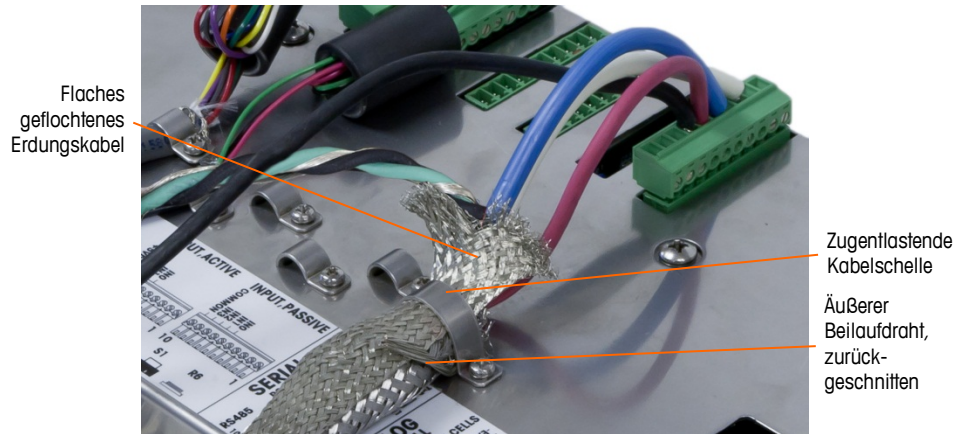

Abbildung 2-68: Abschluss des äußeren Geflechts des POWERCELL PDX-Hauptkabels, Frontplattengehäuse
- b. Schieben Sie das äußere Geflecht über das innere Geflecht und die Folie nach vorn. Schieben Sie den äußeren Beilaufdraht über das äußere Geflecht zurück und schneiden Sie ihn auf ca. 25 mm zu. Umwickeln Sie das Hauptkabel und den Beilaufdraht mit dem flachen geflochtenen Erdungskabel und befestigen Sie das Ganze schließlich mit der großen zugentlastenden Kabelschelle an der Rückwand des IND780 (siehe Abbildung 2-68). Das andere Ende des flachen geflochtenen Erdungskabels wird am Erdungsstab angeschlossen.